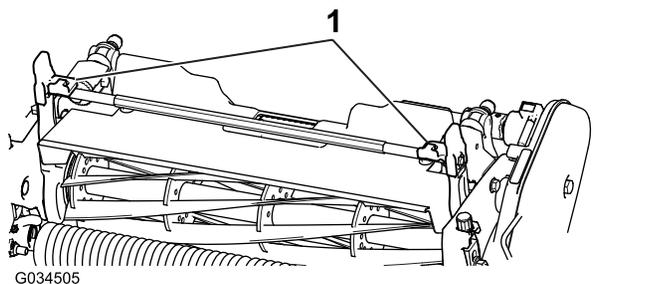
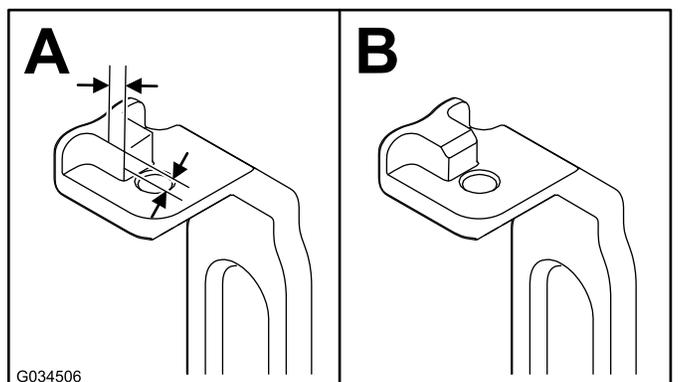

Figura 3
Figura 4
2. Em ambos os braços articulados (Figura 3), meça 2,3 mm nas abas e afie o canto como se mostra na Figura 4.